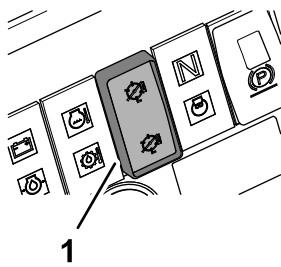

Figura 10
- Pentru a utiliza unităile de tăiere, apăsai partea superioară a comutatorului de acționare pentru unitatea de tăiere (Figura 10).